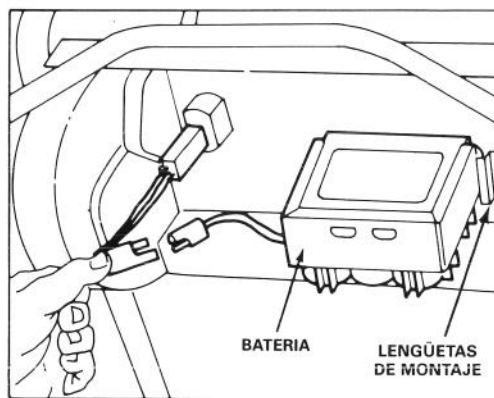

Figura 5
8. Cómo cargar la batería (modelo de arranque con llave): ver Cómo cargar la batería, página 13. Colocar la batería, con la parte de la calcomanía hacia arriba, entre las ranuras de la parte trasera del tablero de control y conectar los bornes (Figura 5). Introducir la llave en el encendido cuando se esté preparado para arrancar el motor.